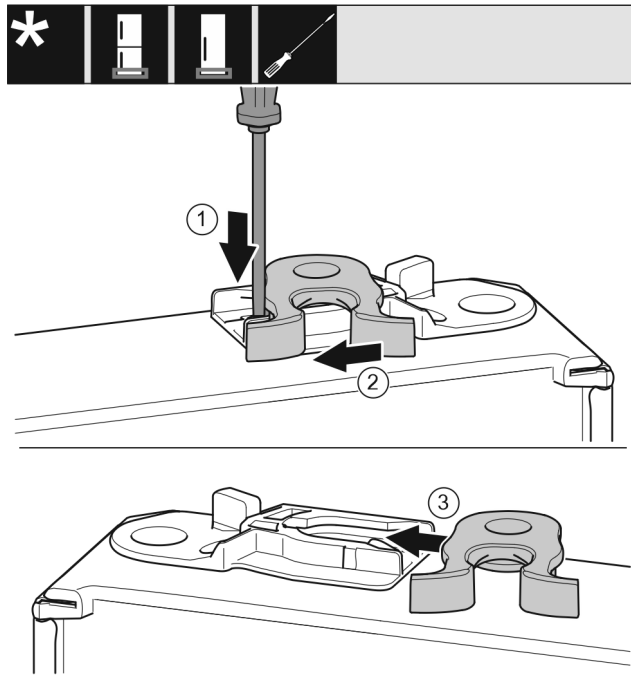

Fig. 49 *
- Lasche Fig. 49 (1) mit Schlitzschraubendreher nach unten drücken.*
- Schließhaken Fig. 49 (2) aus Führung ziehen.*
- Schließhaken Fig. 49 (3) auf anderer Seite in Führung schieben.*